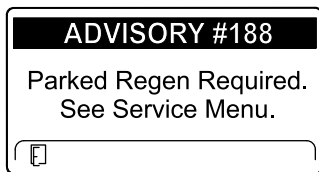

Figura 82
- Parked regeneration required (Es necesaria una regeneración con la máquina aparcada) ADVISORY #188 (Aviso n.º 188) (Figura 82)